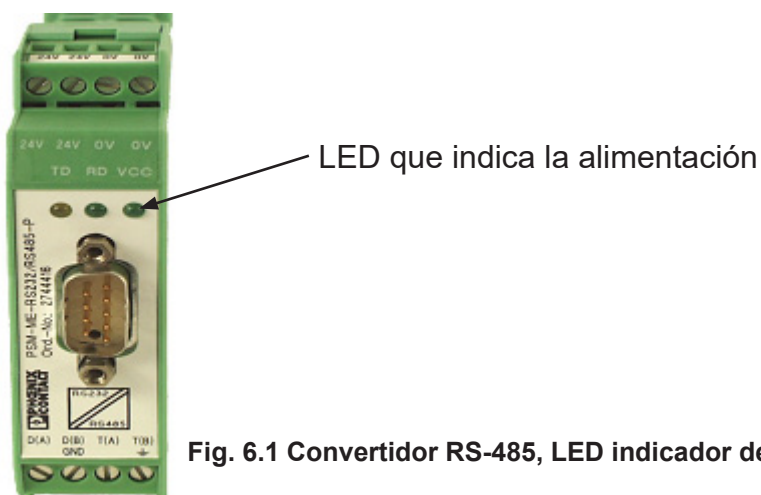

Fig. 6.1 Convertidor RS-485, LED indicador de alimentación
- 5a. Que la luz verde de alimentación esté encendida (véase la Fig.6.1)